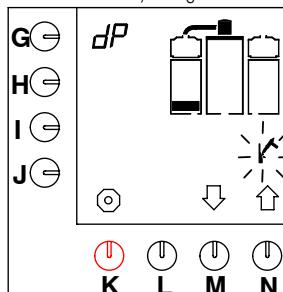

Fig. 17 Programa de primer nivel para la descalcificación del sistema de preparación de café
- El bloque del primer nivel aparece en el display y aparece intermitentemente el símbolo del martillo, vea fig. 17 .